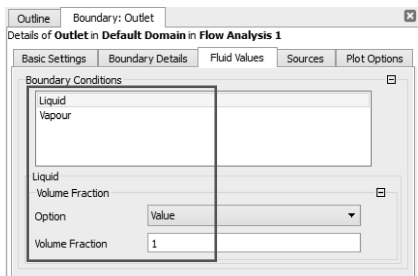
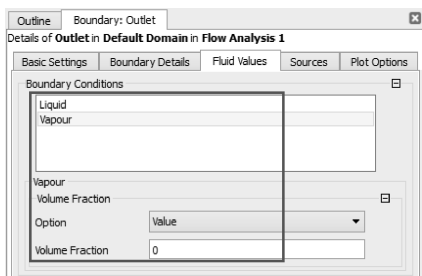
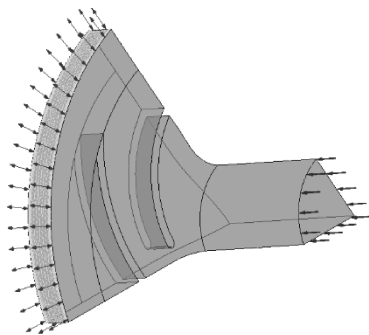

图 11-55 Liquid 设置
图 11-56 Vapour 设置
图 11-57 出口位置
(3) 在流体值【Fluid Values】选项，水流体【liquid】的溶剂比【Volume Fraction】为 1，水蒸气【Vapour】的溶剂比【Volume Fraction】为 0，其他为默认，单击【OK】确定，如图 11-55、图 11-56 所示，出口位置区域如图 11-57 所示。